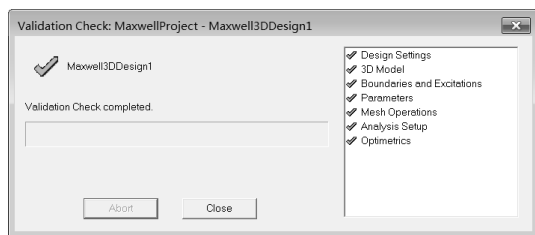

图 19-26 模型检查
Step1：模型检查。单击工具栏上的 按钮出现如图 19-26 所示的 Validation Check 对话框，对号说明前面的基本操作步骤没有问题。